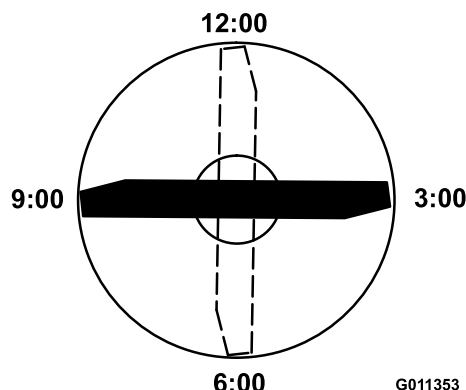

図 73
- ブレードの印の付いているほうの端部を 12 時の位置車両進行方向に向け 図 73、作業台の表面からブレードの切っ先までの高さを測定する。
- 印の付いている端部を 3 時の位置と 9 時の位置に向けて 図 73 それぞれ高さを測定する。